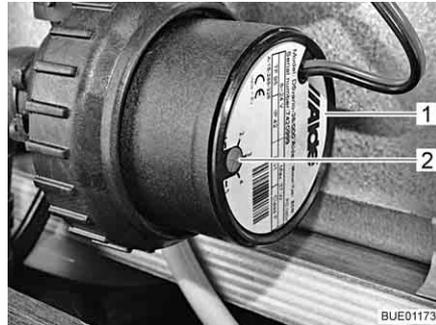

Bild 196 Drehzahlreduzierung
Mit dem Drehregler (Bild 196,2) kann die Drehzahl der Umwälzpumpe eingestellt werden. Bei reduzierter Drehzahl verringern sich die Laufgeräusche der Pumpe.
Der Drehregler befindet sich an der Umwälzpumpe (Bild 196,1).
- Den Drehregler (Bild 196,2) gegen den Uhrzeigersinn drehen. Die Leistung ist verringert.